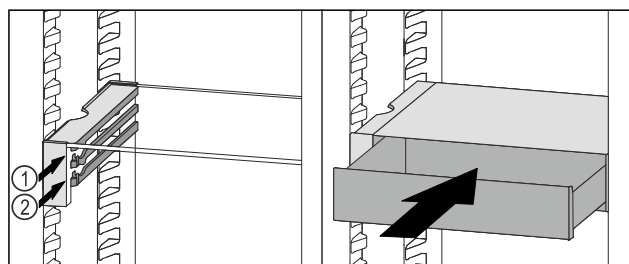

Fig. 197
- ▶ Установите выдвижной ящик VarioSafe за стопоры на требуемый выступ *Fig. 197 (1)* или *Fig. 197 (2)*.